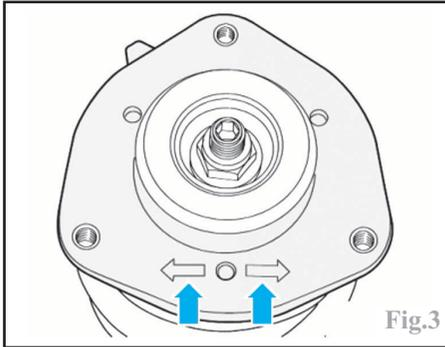

Fig.3
-veiller à ce que l'une des deux flèches présentes sur le palier supérieur de l'amortisseur soit orientée vers l'avant du véhicule (Fig.3).